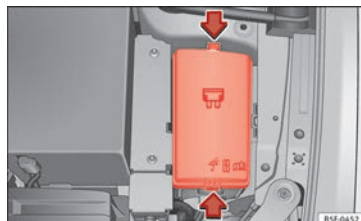

Abb. 102 Im Motorraum: Abdeckung des Sicherungskastens.
- Drücken Sie die Verriegelungslaschen, um die Abdeckung des Sicherungskastens zu entriegeln » **Abb. 102.**